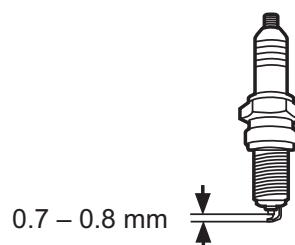

Fig. 24
- > Vérifiez l'écartement de la bougie. Il doit être de 0,7 – 0,8 mm (Fig. 24).